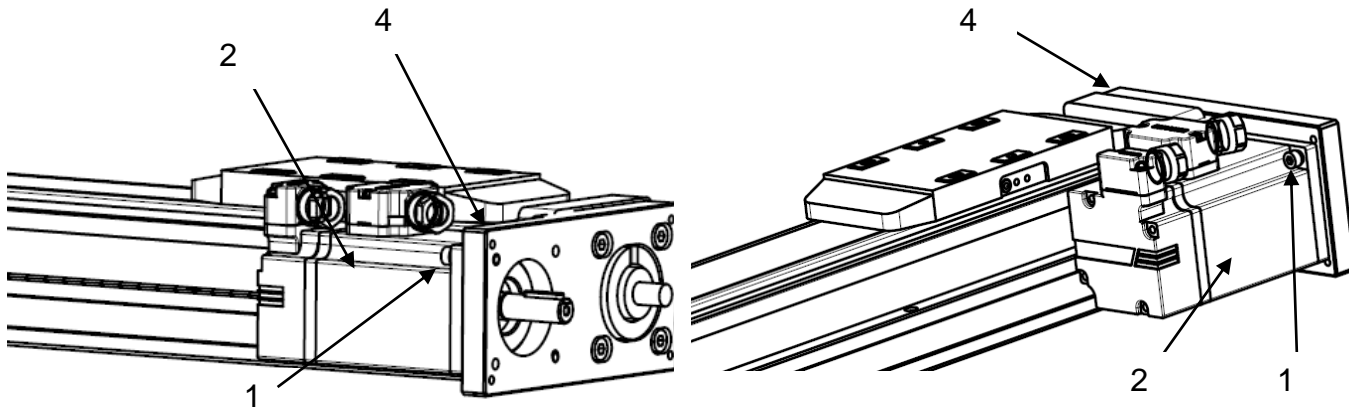

Рисунок 8 – Установка двигателя.
2) установить двигатель (поз. 2) на корпус (поз. 4) при помощи винтов (поз. 1) (см. рисунок 8);